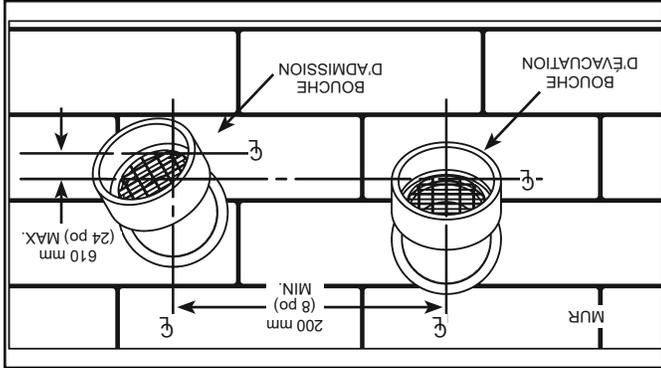

Figure 18.
4. Pour éviter la recirculation des gaz de combustion, la bouche d'admission d'air peut être tournée à l'écart de la bouche d'évacuation (voir Figure 18).